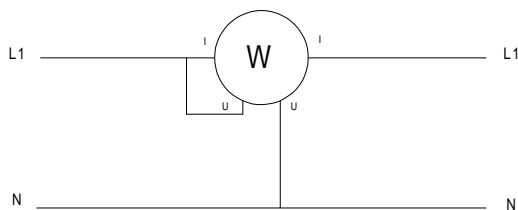
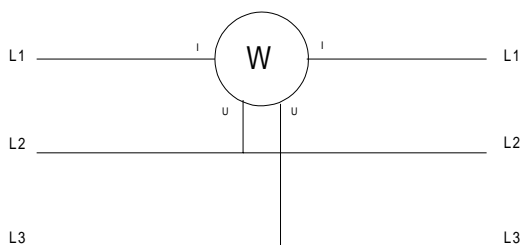

Fig 4.4.1 Schéma de branchement en monophasé
Fig 4.4.2 Schéma de branchement en Triphasé 3 Fils Equilibrés (uniquement PX 120)
Appliquer le schéma de branchement de la Fig.4.4.1 (monophasé) ou Fig.4.4.2 (Triphasé équilibré, T3FE uniquement PX 120), suivant le cas, en s'assurant si possible que celle-ci ne dépasse pas les limites maximales admissibles (voir tableau suivant). La commutation de gamme est automatique.
- Appliquer le schéma de branchement de la Fig.4.4.1 (monophasé) ou Fig.4.4.2 (Trifasé équilibré, T3FE uniquement PX 120), suivant le cas, en s'assurant si possible que celle-ci ne dépasse pas les limites maximales admissibles (voir tableau suivant). La commutation de gamme est automatique.
3. Appliquer le schéma de branchement de la Fig.4.4.1 ou Fig.4.4.2 (T3FE uniquement PX 120), suivant le cas, en s'assurant si possible que celle-ci ne dépasse pas les limites maximales admissibles (voir tableau suivant). La commutation de gamme est automatique.